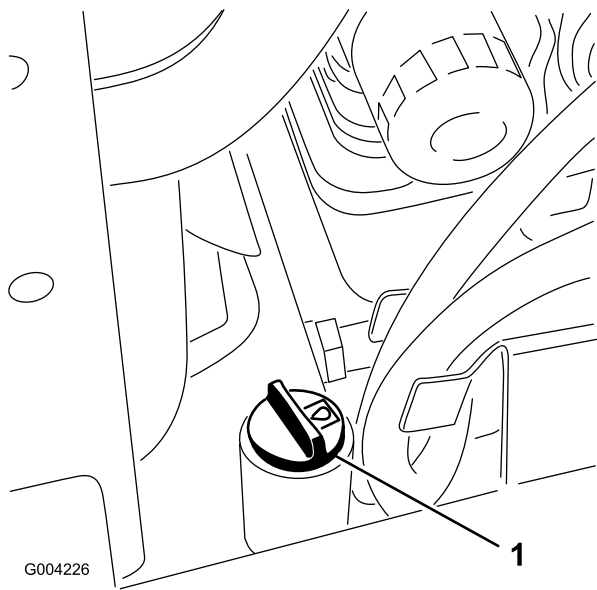

Рисунок 59
5. Очистите зону вокруг заливной горловины и крышки гидравлического бака (**Рисунок 59**).